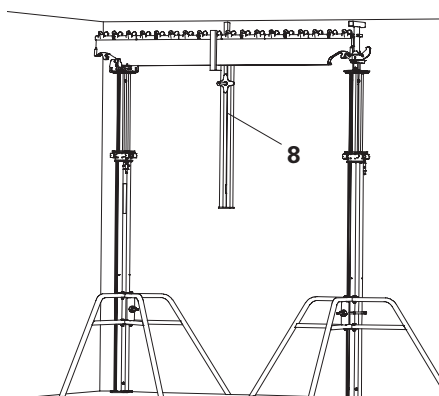

Fig. A4.03
6. Assicurare la trave SLT 225 (2) con il supporto parete SWH-2 (8) (Fig. A4.03.)